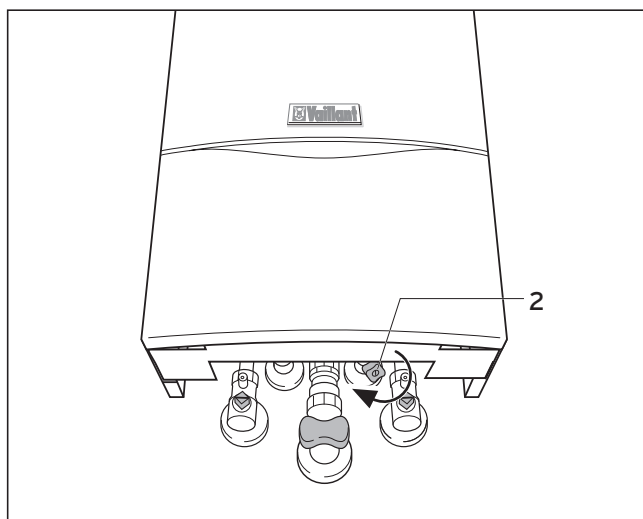

Fig. 2.2: Fechar a torneira de água fria
Se detectar eventuais fugas na área da canalização de água entre o aparelho e locais de tomada, feche de imediato a válvula de fecho de água fria (2) no aparelho (fig. 2.2) e solicite à sua empresa especializada a reparação da fuga.